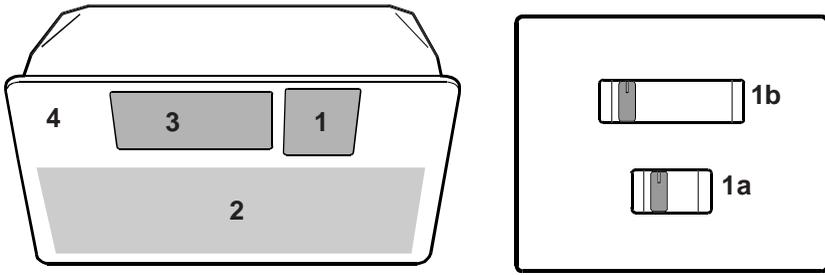

Fig. 1 - Abb. 1 - Obr.1
## Description de la hotte - Fig. 1
2. Retirez la grille d'aspiration (Fig. 1).